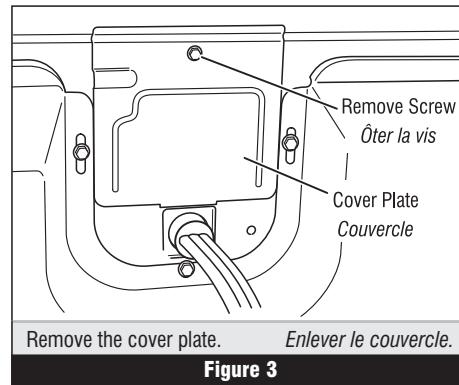

Figure 3
2. Remove the cover plate from the back of the dryer. See figure 3.
2. Ôter le couvercle du logement à l'arrière de la sècheuse. Voir figure 3.